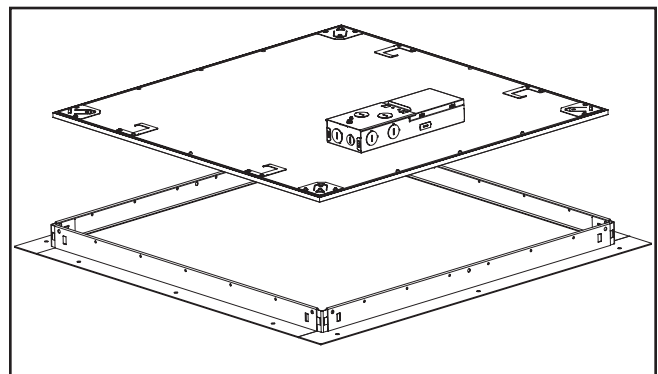

Figura 1.
1. Instale la luminaria en el kit del marco a prueba del vandalismo. (Figura 1.)